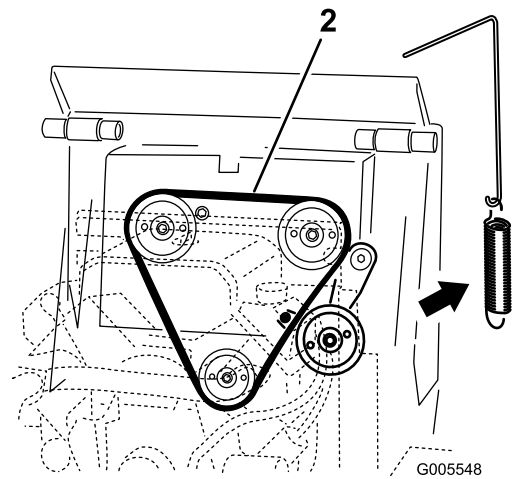

Bild 46
4. Nehmen Sie die Spanscheibenfeder von der Spanscheibe ab (Bild 46).
6. Verlegen Sie einen neuen Treibriemen um die drei Scheiben (Bild 46).